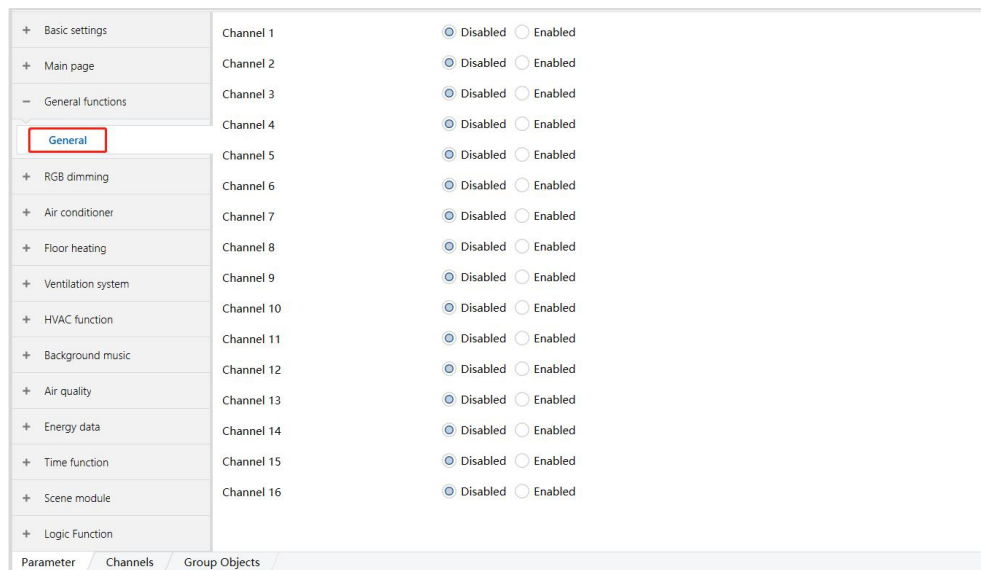

图 6.3.1
(1) 单击下述红色方框内的选项，设置相关参数，如图 6.3.1 所示